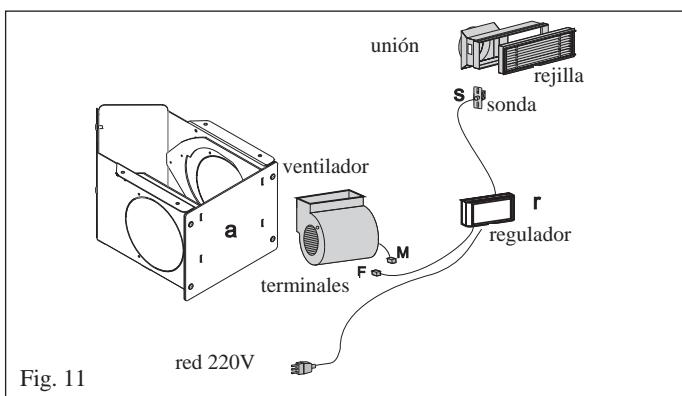
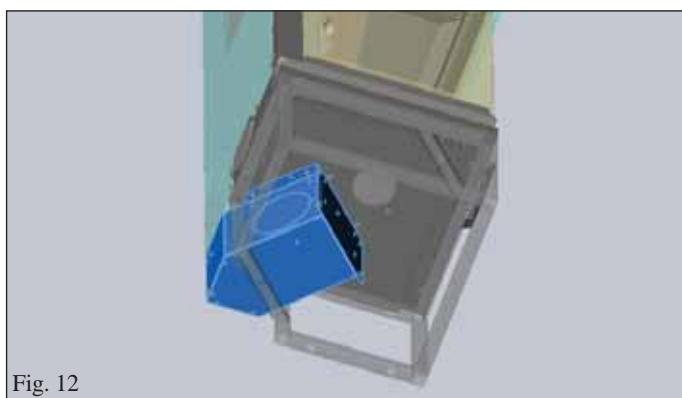

Fig. 11
Fig. 12
- Conectar los dos conectores M y F (fig. 11).
- Sacar uno de las dos tapas pretalladas presentes en la caja metálica (fig. 11/12) para permitir el pasaje del cable del ventilador al regulador.
- Del regulador (r - fig. 11) extender el cable de alimentación hasta la toma de corriente
- El cable con la sonda (s - fig. 11) es en cambio conducido a una de las bocas (b - fig. 12) de salida de aire caliente, normalmente situadas sobre la contra campana.